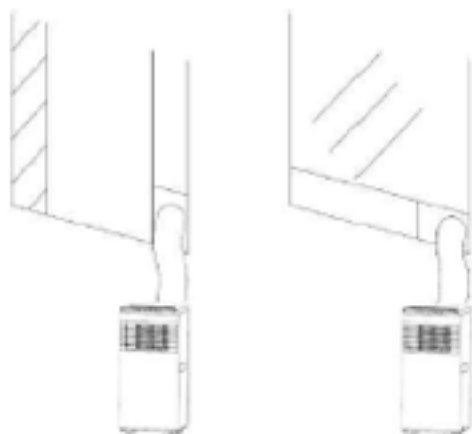

Fig 5
- 2) Come mostrato nella Fig. 5, installare il tubo di scarico e regolare bene il tubo di scarico.